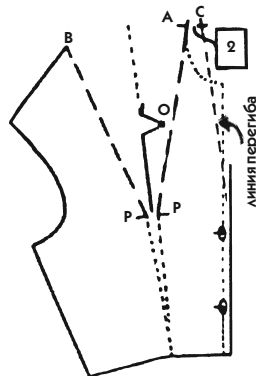

Рис. 592
располагаться отложной воротник, то есть на точке пересечения плеча и горловины (глубина вытачки равна расстоянию между засечками А и В на рис. 592).
- Выполните дальше подготовительное лекало по рис. 592. Начертите вырез, затем перенесите вытачку к точке пересечения линий горловины и плеча.
3. От линии полузаноса начертите пунктирную линию перегиба воротника, оканчивающуюся на расстоянии 2 см от засечки А (засечка С на рис. 592).
4. Измерьте глубину вытачки и проведите линию, делящую ее пополам (пунктирная линия на рис. 592).
- Эта линия ограничивает ширину лацкана: начертите его так же, как угол воротника, не выходя за первую линию вытачки (засечка О на рис. 592).